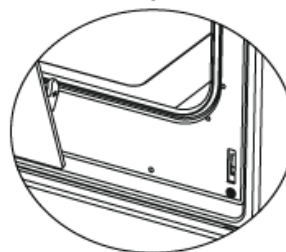

Fig. 5.2
4. För att ta bort ugnsluckan, dra den uppåt genom att hålla den med båda händerna när den är nära stängt läge som visas i **fig. 5.2**.